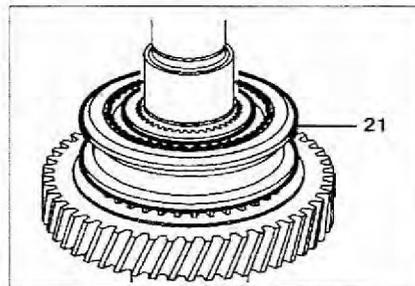

Рис. 4.33. Снимите муфту синхронизатора вместе со ступицей 21.
13. Снимите муфту синхронизатора вместе со ступицей 21 (рис. 4.33).